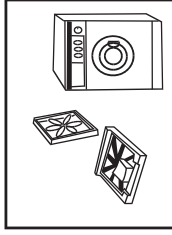

Figura 1
- Desconecte todos los materiales de embalaje para evitar vibraciones durante el uso. Al abrir el embalaje, puede encontrar gotas de agua sobre el plástico o la ventana transparente, un fenómeno normal como resultado de las pruebas de agua realizadas en la fábrica. Véase la Figura 1